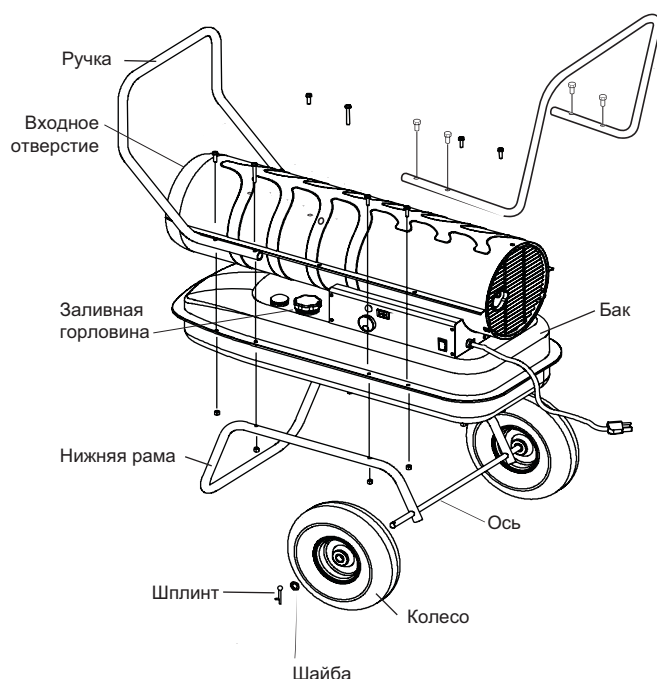

Рис. 6 Сборка модели NF-30
1. Пропустите колесную ось через опорную раму для колес. Установите колеса на ось, повернув колесную втулку по направлению к опорной раме. (См. рис. 6).